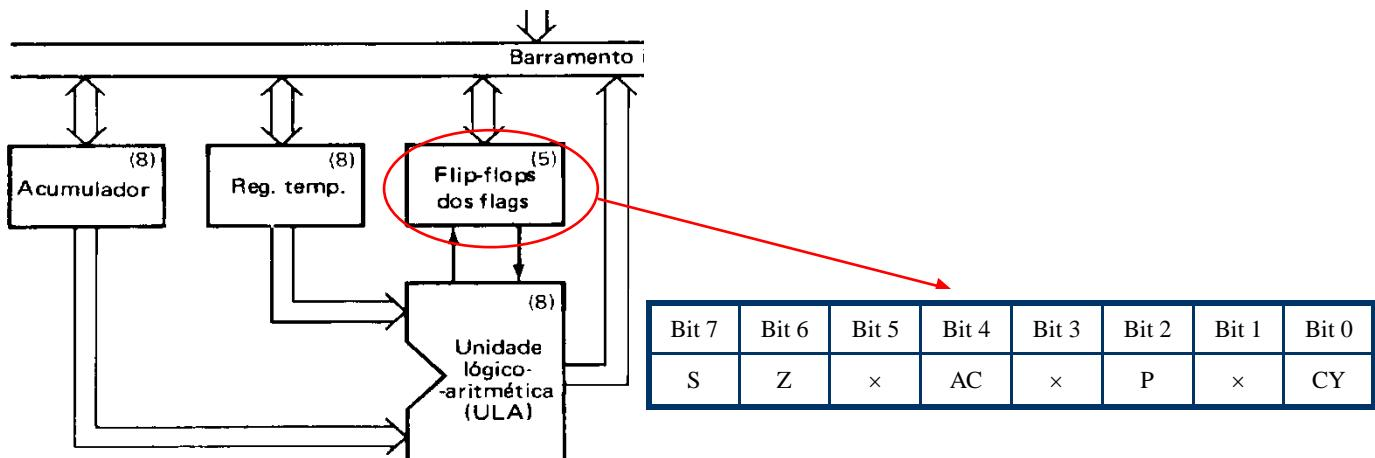

Fig. 2.14 – Registrador de flag do 8085
As flags são bits de um registrador especial que indicam o estado da última operação realizada na Unidade Lógica e Aritmética. A Fig. 2.14 ilustra a presença desse registrador para o caso do microprocessador 8085. São cinco as flags desse microprocessador: flag de carry (CY), flag de paridade (P), flag auxiliar de flag (AC), flag de zero (Z) e flag de sinal (S).